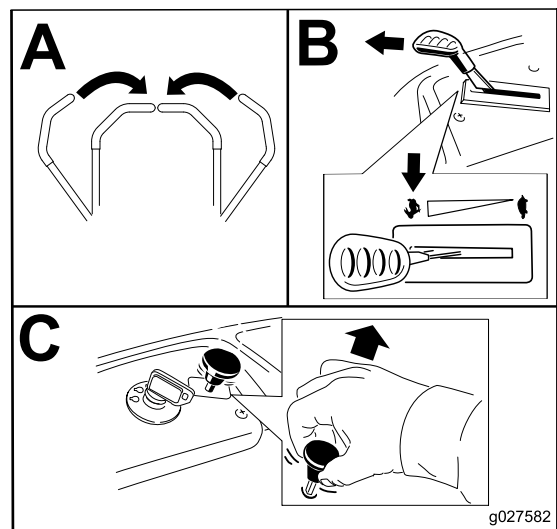

Figure 12
2. Placez la commande d'accélérateur en position HAUT RÉGIME (Figure 12).